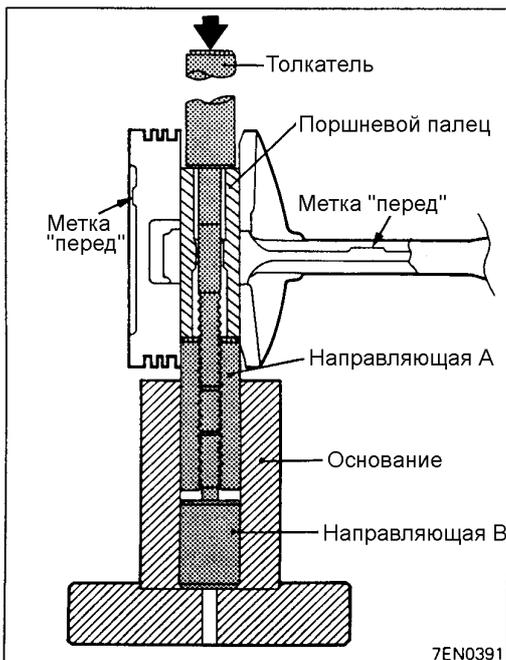

Рис. 11.60
(4) Проверьте положение передних меток на поршне и шатуне.
(5) Используя пресс, установите поршневой палец (рис.11.60).